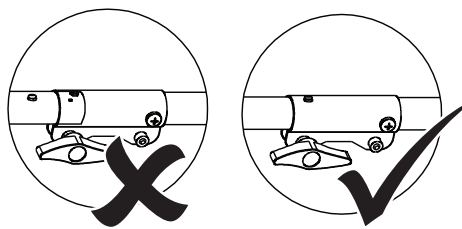

Fig. 2
3. Assurez-vous que la broche (15a) s'enclenche bien (Fig. 2).